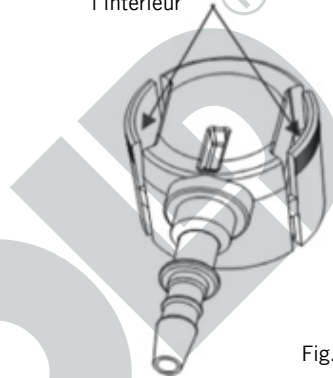

Fig.9
11. Attention : Lorsque le fût autonome est vide, vous devrez retirer l'adaptateur car il est réutilisable. Appuyez toujours simultanément des deux côtés de l'adaptateur vers l'intérieur pour libérer l'adaptateur, car sinon vous risquez de l'abîmer (voir Fig. 9).